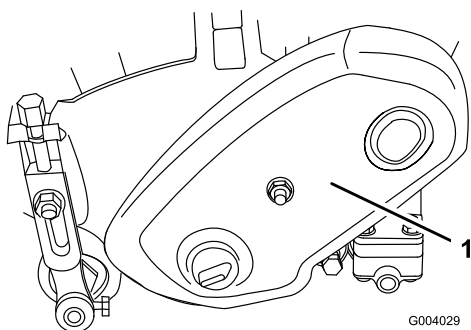

Figura 33
1. Togliete i dispositivi di fissaggio del paracinghia e il paracinghia per accedere alla cinghia (Figura 33).